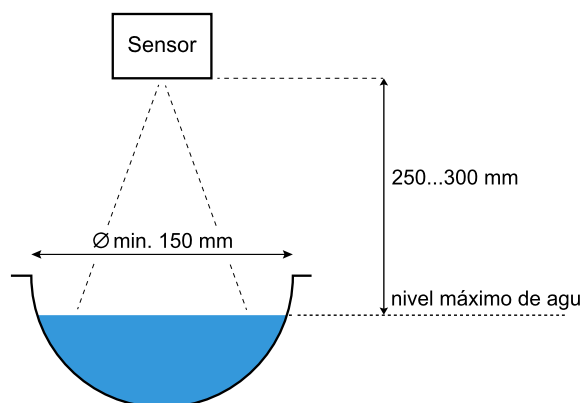

Figura 13 Instalación de la SQ encima de los medios tubos
- La distancia entre el fondo de la tubería y el sensor debe ser el nivel máximo de agua más 250 ... 300 mm (ver Figura 13).